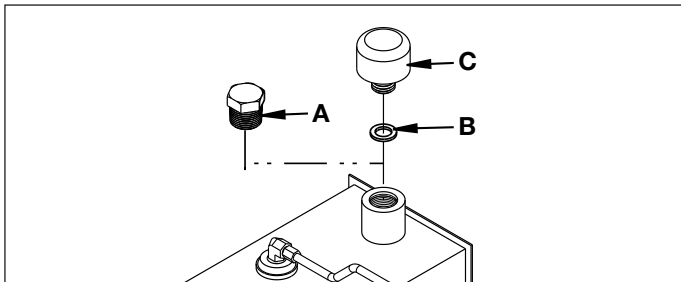

Abb. 3, Einbau der Füllungskappe
Entfernen Sie bei neuen Pumpen die Transportsicherung des Behälters (A) und bauen Sie die Siebbeilagscheibe (B) und die Füllungskappe (C) ein. Siehe Abb. 3.